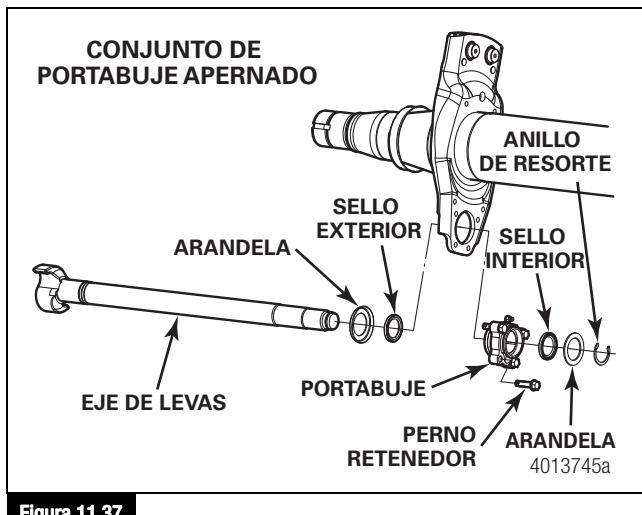

Figura 11.37
1. Retire el anillo de resorte, el eje de levas y las arandelas. Figura 11.37.
2. Retire los cuatro pernos que sujetan el portabuje apernado. Figura 11.37.
17. Instale el eje de leva, las arandelas y el anillo de resorte. Figura 11.37.